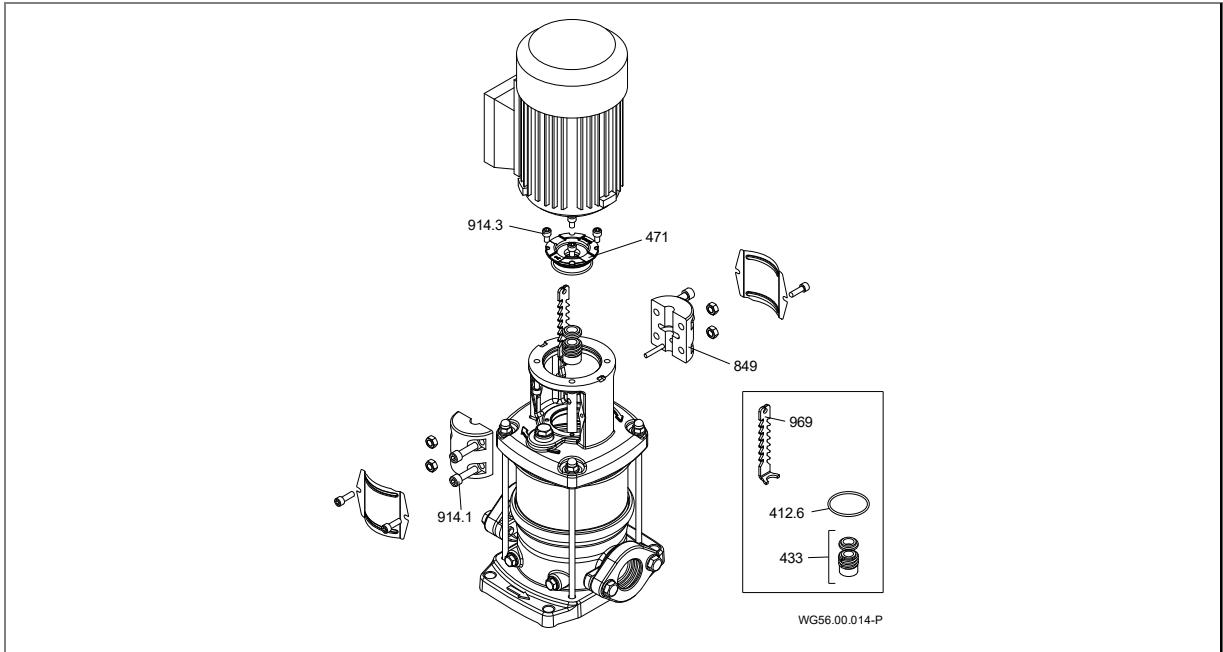

Abb. 16
Siehe "Abb. 16" auf Seite 31
- ➔ Abbildung 16 beachten.
- 1. O-Ring (412.6) und Gegenring der Gleitringdichtung (433) in den Dichtungsdeckel (471) positionieren.
- 2. Abstandshülse (523.2) auf die Welle (211) schieben.
- 3. Rotierende Einheit der Gleitringdichtung (433) auf die Welle (211) montieren.
- 4. Dichtungsdeckel (471) über die Welle (211) schieben und in die Antriebslaterne (161) drücken.